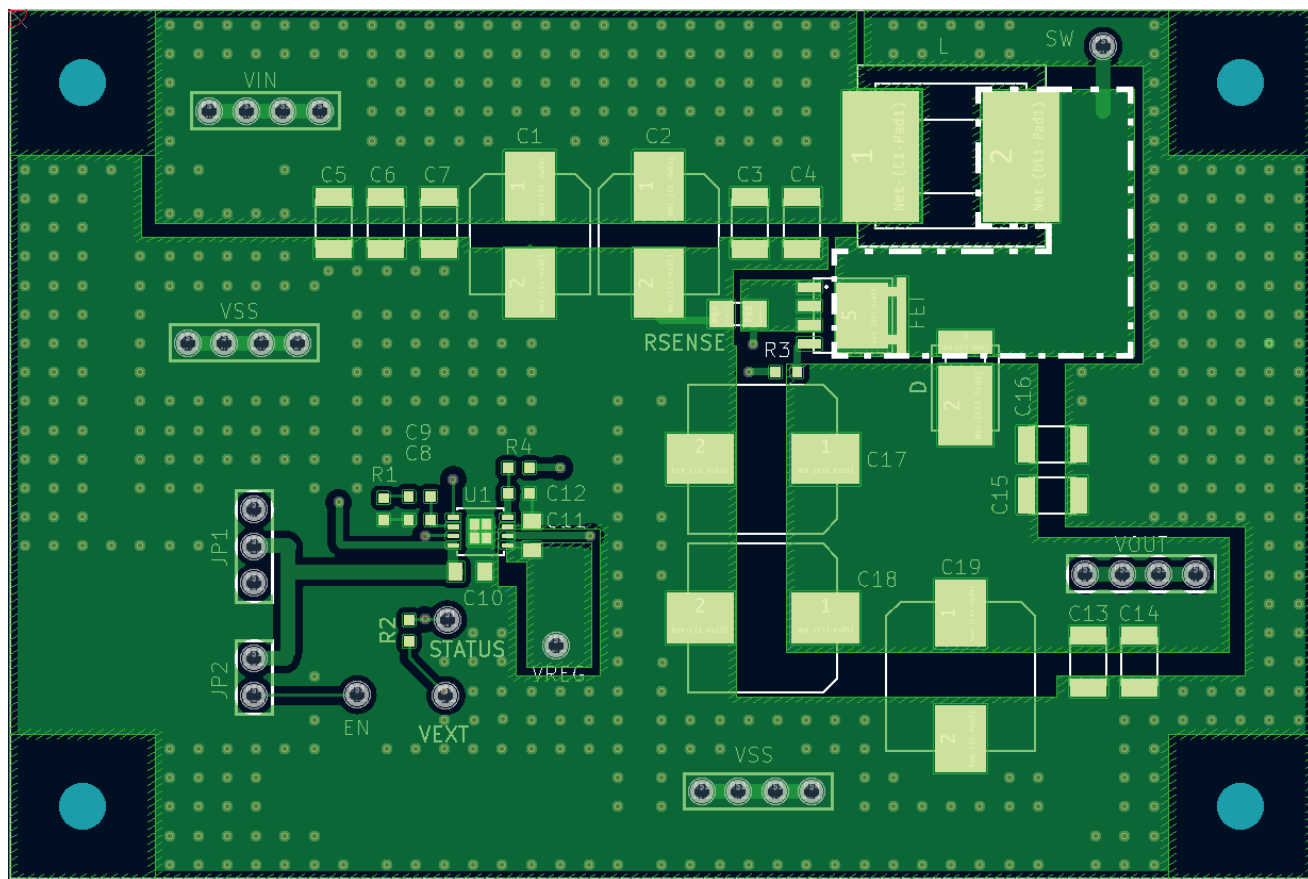

図12 参考基板パターン
- ・ 高周波放射ノイズを低減するためスイッチングノード (SW) の配線面積 ("図12 参考基板パターン" の破線で示した領域) をできるだけ小さくしてください。